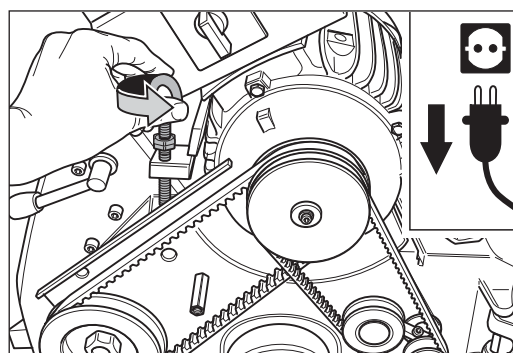

Abb. 43 Die Ringschraube am Motor gegen den Uhrzeigersinn drehen.
- 6 Drehen Sie die Ringschraube am Motor gegen den Uhrzeigersinn (Abb. 43). Dadurch werden die Keilriemen entspannt.